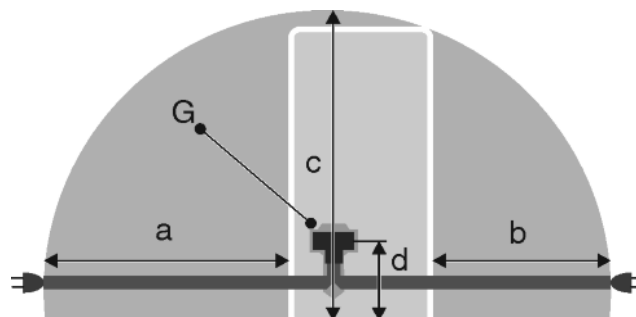

Fig. 20
- De contactdoos bevindt zich buiten het bereik van de achterzijde van het apparaat in het desbetreffende gedeelte *Fig. 20 (a, b, c)*.
- ▶ Breng de apparaatstekker *Fig. 20 (G)* aan de achterzijde van het apparaat aan. Let op het correct vastklikken.